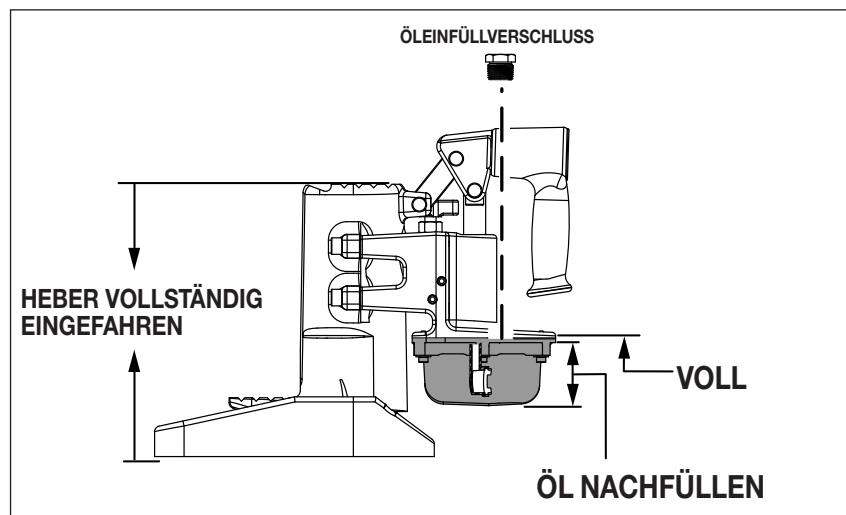

Abbildung 5, Überprüfung des Ölstands (Modell TJ105LS abgebildet, TJ109LS ähnlich)
4. Überprüfen Sie den Ölstand durch die Öleinfüllöffnung. Der Ölstand sollte bis zum oberen Rand des Tanks reichen und mit der Öleinfüllöffnung auf gleicher Höhe sein. Siehe Abb. 5.